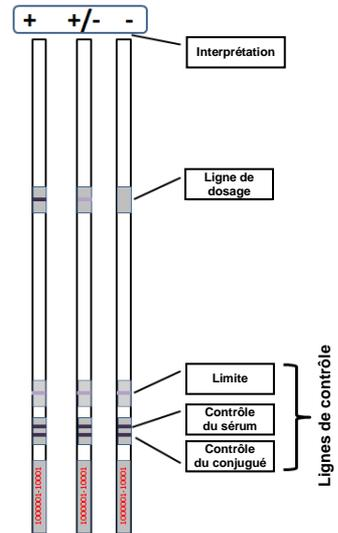

Figure 1 : Schéma des bandes LIA après réaction avec une ligne de dosage.
- Les lignes de dosage sont placées au dessus (voir le Schéma de la Figure 1) des lignes de contrôle de limite, du sérum et du conjugué comme décrit dans le schéma. Les lignes de contrôle du sérum et du conjugué apparaissent sur le même morceau de nitrocellulose en bas.
- Comme représenté sur la Figure 1, il convient que les lignes de contrôle du sérum et du conjugué soient clairement positives, indiquant une expérience réussie. La limite est une ligne claire avec une variation d'intensité basée sur les conditions de l'expérience. Le schéma de la Figure 1 montre un exemple de ligne de dosage et 3 lignes de contrôle. Le développement de la ligne de dosage dépend de l'échantillon. Des réactions positives peuvent se produire avec plusieurs intensités, allant de faibles à intenses. **Il convient que les réactions faibles soient comparées avec l'intensité de la ligne de limite fournie dans la bande.** Il convient que les réactions qui sont nettement plus foncées ou denses que l'intensité de la ligne de limite soient considérées comme positives.